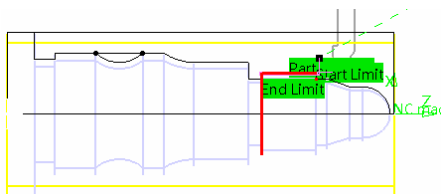

图 6-84 刀具路径轨迹 (6)
- 单击“Thread Turning.1”对话框中的 Tool Path Replay 按钮, 弹出“Thread Turning.1”对话框, 同时在图形区显示刀具路径轨迹(6)如图 6-84 所示。